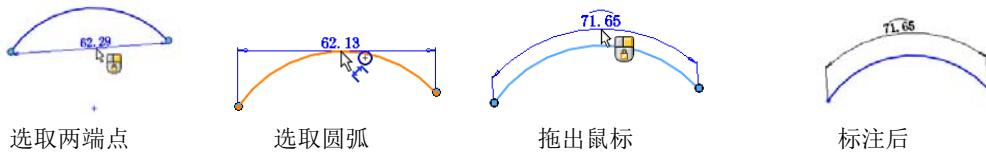

图 2-87 圆弧弧长的标注过程图示
- 标注圆弧的弧长：标注圆弧弧长的方式是，依次选取圆弧的两个端点与圆弧，在“修改”对话框中输入要标注的弧长值，然后单击放置标注的位置即可。如图2-87所示